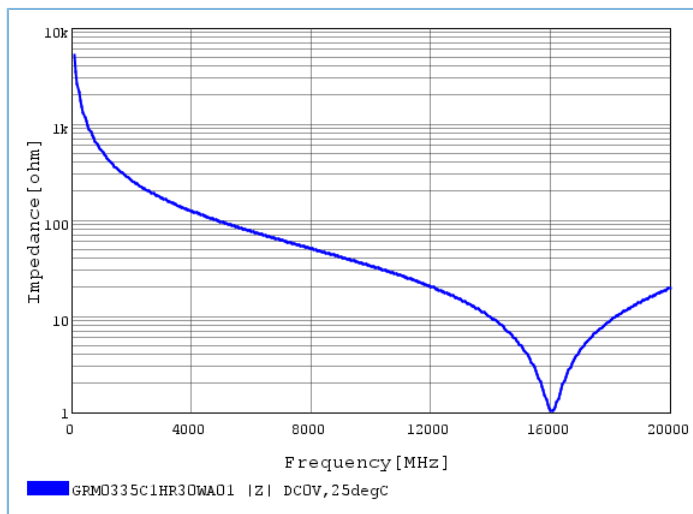

图 3-19 GRM0335C1HR30WA01 电容阻抗特性曲线
- GR5331 系列的 RF 匹配电路中使用 $0.3\ \text{pF}$ 电容能够有效抑制 7 次谐波。该电容布局时，应尽量靠近 RF_TX 引脚放置，其推荐型号为 GRM0335C1HR30WA01。如图 3-19 所示，GRM0335C1HR30WA01 电容在 7 次谐波附近具有最低的阻抗特性。